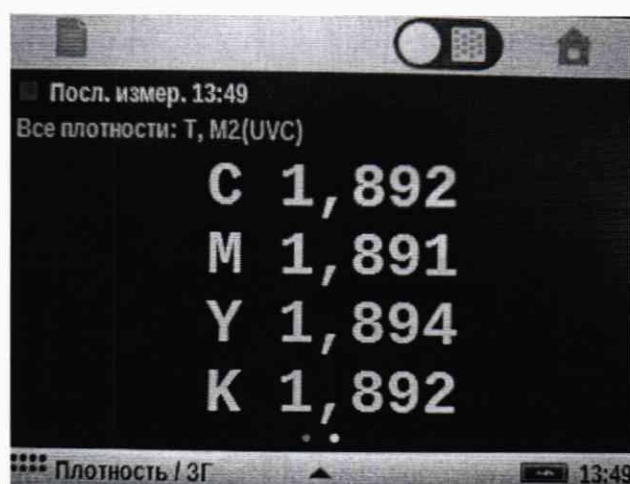
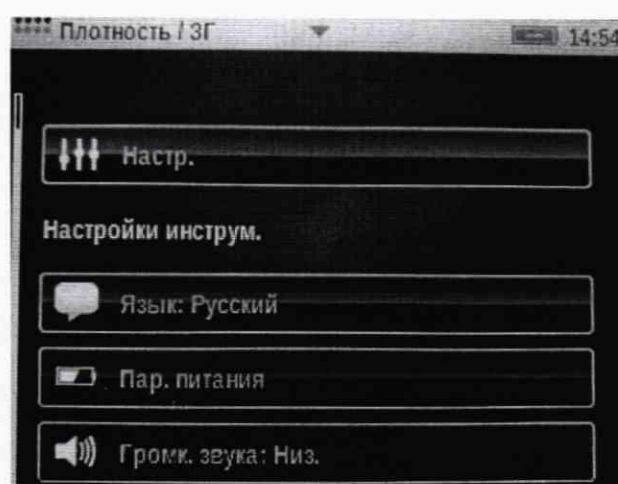
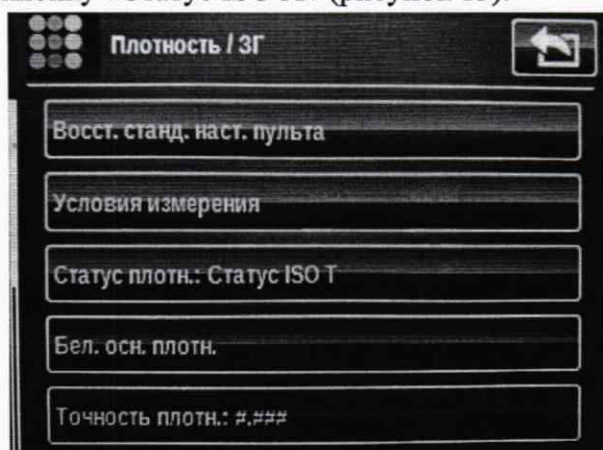

Рисунок 6 – Окно измерений
Рисунок 7 – Меню настроек
Рисунок 8 – Меню настроек измерений
8.3.1.2 Потянуть снизу вверх нижнюю полосу с надписью «Плотность/ЗГ» на экране для вызова меню настроек (рисунок 6). В появившемся окне (рисунок 7) нажать на кнопку  для перехода в меню настроек измерений (рисунок 8).